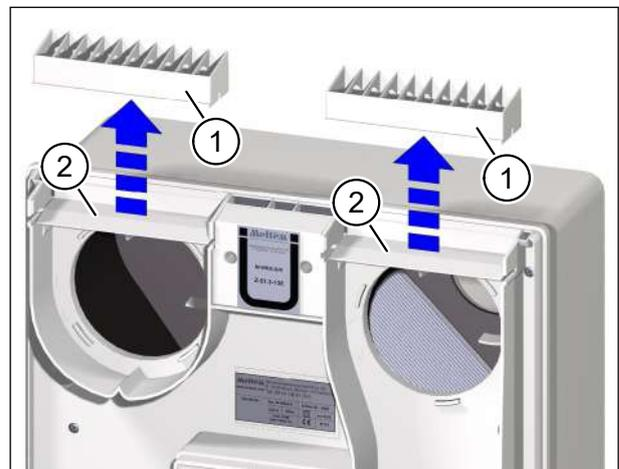

Abb. 8: Beide Luftklappenrahmen abnehmen und reinigen
- Schalten Sie das Lüftungsgerät für den Luftfilterwechsel immer am Netzschalter (Pos. 1 in Abb. 3) aus. Bei Lüftungsgeräten mit Option M-WRG-II O/NOF muss das Gerät mit Hilfe des bauseitigen Leitungsschutzschalters stromlos geschaltet werden. Anderenfalls verhindern die geöffneten Luftklappen (Pos. 2 in Abb. 8 auf Seite 13) das Entfernen und Einsetzen der Filterpatronen.
- ▶ Ziehen Sie die beiden Luftklappenrahmen (Pos. 1 in Abb. 8) vorsichtig nach oben aus dem Lüftungsgerät.
Entfernen Sie die Luftklappen (Pos. 2 in Abb. 8) nicht vom Lüftungsgerät.
- ▶ Reinigen Sie beide Luftklappen (Pos. 2 in Abb. 8) mit einem feuchten Tuch und milder Seifenlauge.